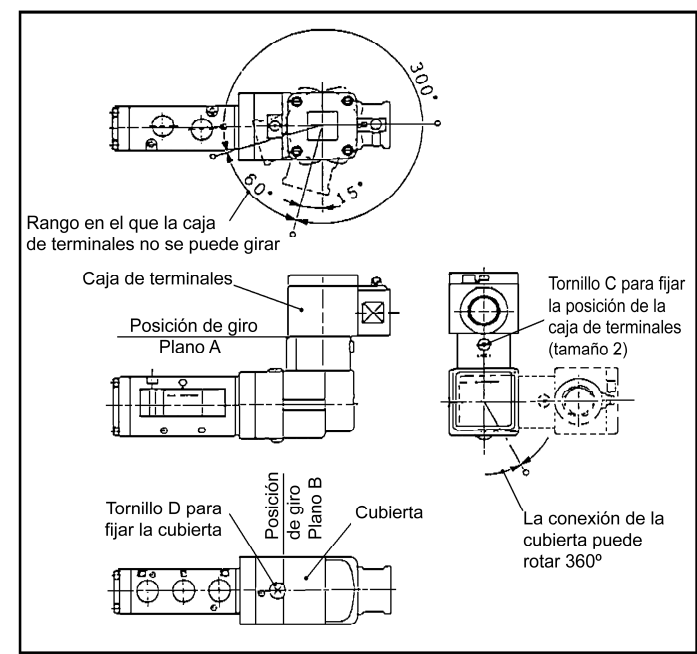

Figura 14
2.3 Entrada eléctrica (véase Figura 14)